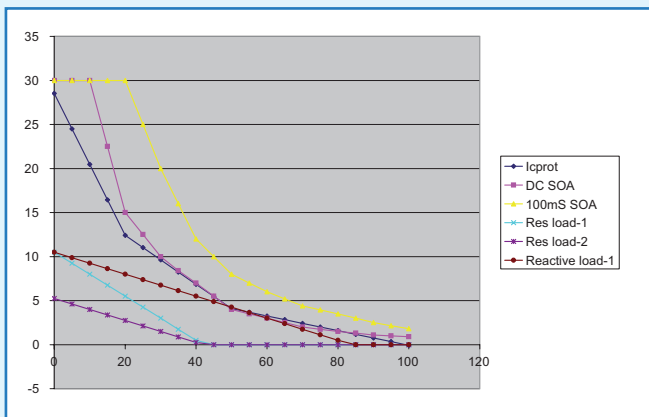

Figura 1. SOA, líneas de carga y localización de la protección. Ver texto para su explicación.
La **Figura 1** nos muestra las distintas curvas que necesitamos desarrollar en la protección SOA para dos pares de dispositivos de salida. La corriente I_c (A) está en la escala vertical, mientras que la tensión V_{ce} (V) lo está en la escala horizontal. Cuando V_{ce} es cero, significa que V_{out} es igual a V_{supply} . En la práctica, siempre habrá unos pocos voltios de V_{ce} que permanecerán como salida máxima, pero no tenemos que preocuparnos de ello por el momento. La curva en color cian nos muestra las combinaciones seguras en continua (DC) de I_c y V_{ce} para los transistores Darlington STD03, en paralelo, usados en este amplificador. La curva amarilla muestra los resultados para cargas que no permanecen conectadas más de 100 ms. Esto significa que las combinaciones de I_c y V_{ce} que caen por debajo y a la izquierda de la curva, son seguras. Pero tan pronto como se cruza la curva, el sistema de protección debe activarse. Como la música está compuesta de señales de impulsos y no tensiones DC, podríamos argumentar que la protección para la curva amarilla debería ser suficiente, pero si utilizamos la curva de color cian, tenemos un factor de seguridad adicional y también estaremos protegidos contra cortocircuitos en DC.
La **Figura 1** también muestra algunas líneas de cargas, las cuales son combinaciones de I_c y V_{ce} , requeridas para controlar una carga (resistiva), asumiendo que trabajamos con tensiones de alimentación de ± 40 V. La más baja, en color rosa, se corresponde con una carga de 8Ω , mientras que la de azul más claro es para una carga de 4Ω . Por ejemplo, en el caso de una carga de 4Ω , vemos que cuando $V_{ce} = 0$ la tensión de salida se corresponde con la tensión de alimentación (40 V en este caso) y, por lo tanto, la corriente I_{out} para 4Ω es de 10 A. La curva marrón es también para una carga de 4Ω pero, en este caso, con una componente reactiva máxima que genera un desplazamiento de fase de 90° . Ésta es una carga principal particular. Con $V_{ce} = 40$ V estamos exactamente en el centro de las tensiones de alimentación (asumiendo una tensión de alimentación de ± 40 V), con $V_{out} = 0$. Con $V_{ce} = 60$ V, V_{out} tendría un valor de -20 V negativos, pero I_c sería aún positiva (en torno a unos 3 A). Esto significa que el transistor
Por lo tanto, podemos conectarlo como un sencillo limitador de corriente que sigue, por ejemplo, la línea de carga compleja de 4Ω . Pero entonces no podemos utilizar la zona amplia segura, especialmente con valores bajos de V_{ce} y con valores de I_c comprendidos entre 10 A y 30 A, los cuales pueden llegar a producirse con cargas de altavoces que tienen caídas de baja impedancia. Como se muestra en la **Figura 1**, está claro que no es suficiente con usar un sencillo limitador de corriente. Lo que buscamos es "modelar" la curva DC de color cian a nuestro circuito. Esto se puede hacer con algunos componentes del circuito no lineales. Mi curva de protección SOA que intento conseguir se muestra en color azul oscuro. Dicha curva tiene tres puntos de inflexión en $V_{ce} = 20$ V y $V_{ce} = 50$ V.